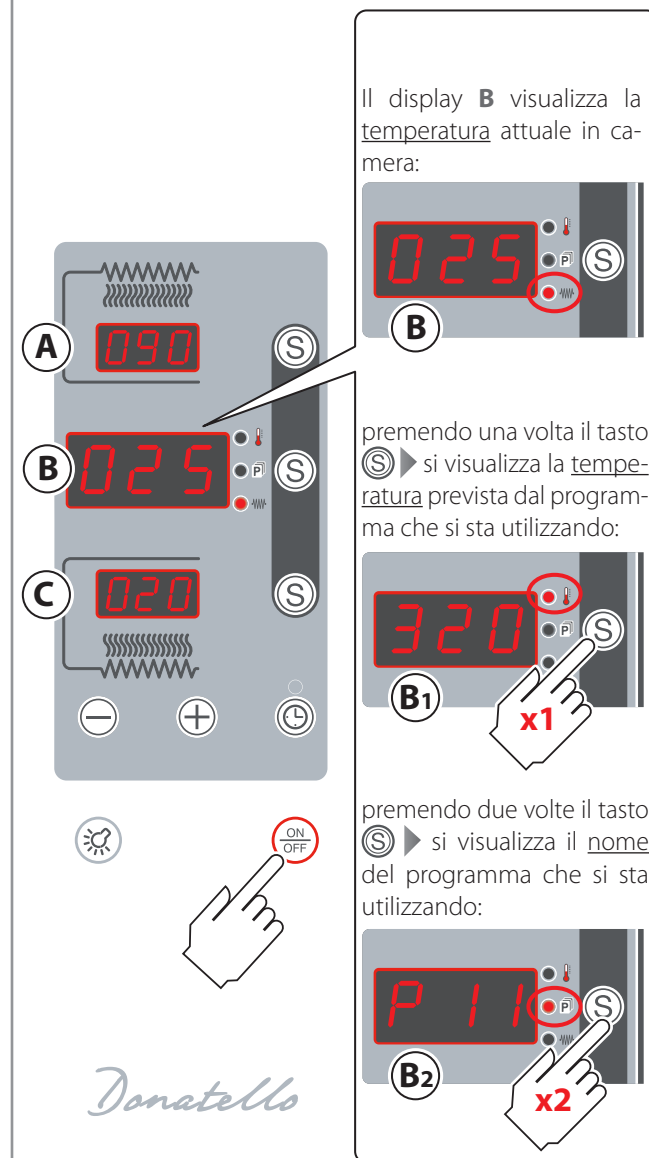

Fig.15.
Consultare ► cap. **"Accensione manuale"** a pag. **14** e **Fig.15.**
► **Fig.15.**